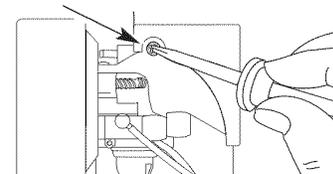

Fig. 24
La velocidad mínima del motor puede ser ajustada. Puede tener acceso al tornillo de ajuste de mínima a través de un orificio en la parte superior de la cubierta del motor (Fig. 24).
2. Suelte la palanca del regulador y deje que el motor trabaje en vacío. Si el motor se para, inserte un destornillador Phillips pequeño en el orificio de la cubierta del motor (Fig. 24). Gire el tornillo de mínima hacia adentro, en sentido horario, de 1/8 de vuelta por vez (según sea necesario) hasta que el motor funcione en mínima suavemente.